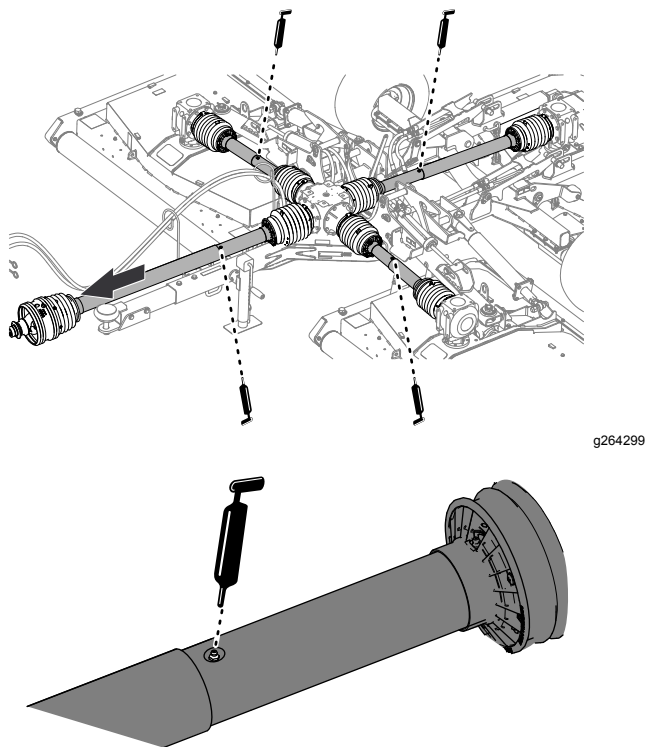

Figura 49
1. Estendete parzialmente l'albero di trasmissione della PDF per accedere al raccordo di ingrassaggio vicino alla parte centrale della protezione interna dell'albero di trasmissione (Figura 49).
2. Applicate il grasso ai 4 raccordi di ingrassaggio per i giunti degli alberi di trasmissione telescopici, come illustrato nella Figura 49.